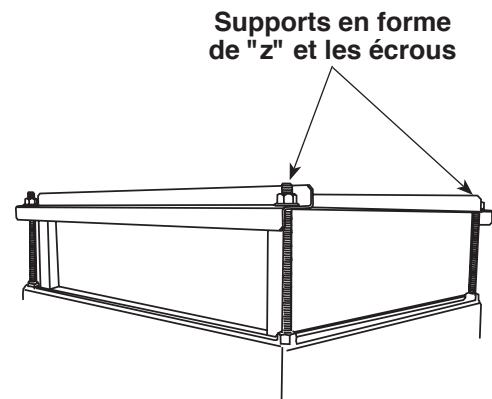

Figure 21
1. Retirez l'écrou de chaque angle du filtre HEPA. Voir la figure 21.